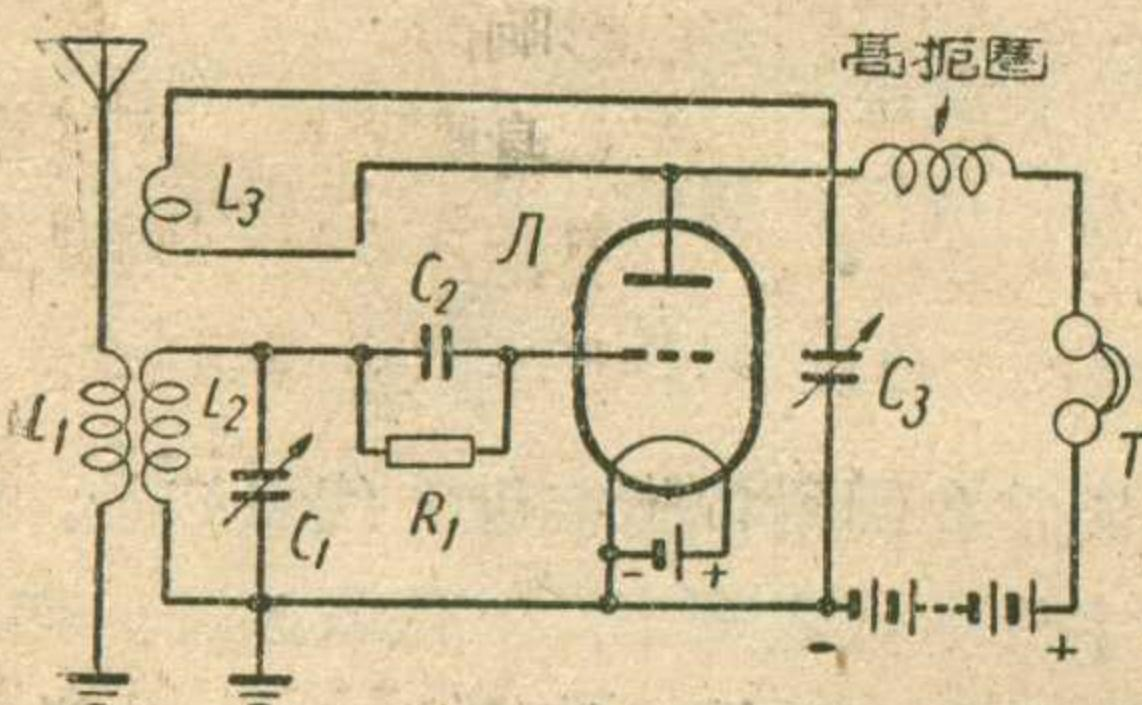

图1
栅极检波 图1 电路中，当有許多外来信号的电波
連，即是在调諧线圈附近放置一个“再生线圈”（图1中的 L_3 ），它与调諧线圈的磁通方向應該彼此相同。这样，經過电子管放大的高頻电流流过再生线圈的时候，调諧线圈上就感应出一个額外的高頻电压，它和信号电压一齐加到栅极上，从而增大了栅极输入电压，使得电子管的屏流将比最初沒有回輸时加大；然后再从屏极回輸比上一次更大的高頻能量到栅极回路，栅极上电压更大，屏流也更大起来；如此循环不已，使屏流得到很大的增长，因而收音机的灵敏度大为提高。由于调諧回路內添加了新的能量，它的衰耗减小，这使得回路的选择性也有所提高。
1. 电容器控制再生 图1的線路就是一个例子。它是用可变电容器控制再生，当 C_3 的电容量加大时，对高頻电流的电抗减小，通过 L_3 里的高頻电流增大，再生就增强，反之就会减弱。这个电容器叫“再生电容器”，它的电容量应选得只让高頻电流通过，阻止音频电流，一般用 100~250 微微法。
此外，图1的屏极电路里还接有一个高頻扼流圈（简称“高扼圈”），用以阻止高頻电流窜扰到耳机的电路中去。如果没有它，高頻电流将經過耳机里面綫圈的潜布电容量漏掉一部分，使流过再生圈的高頻电流减弱，削弱了再生效果，但影响并不严重。